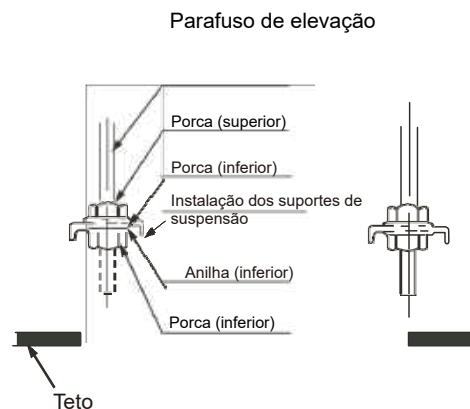
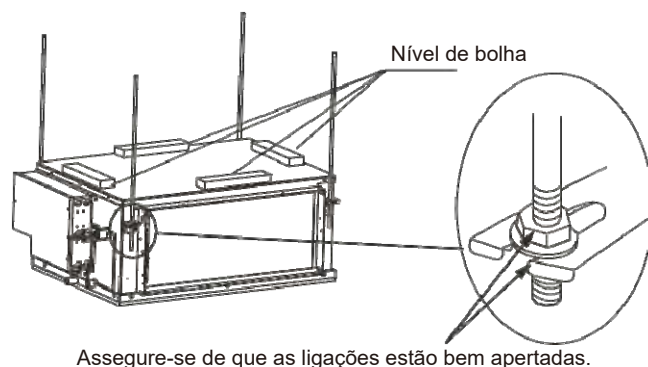

Figura 3.5
Figura 3.6
- (1) Ao montar os suportes de suspensão da unidade interna nos parafusos de elevação, encaixe as arruelas das porcas dos parafusos de elevação nos furos oblongos dos suportes de suspensão. As porcas superiores e inferiores e as arruelas são mostradas na Figura 3.5.
- (2) Ajuste da altura da unidade interna:
- (3) Use um nível de bolha para verificar se o corpo da unidade está nivelado (fazendo com que o corpo da unidade se incline para o lado de drenagem), como mostra a Figura 3.6.